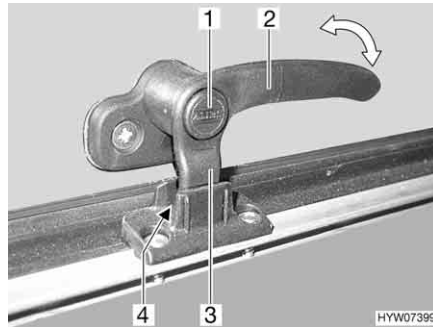
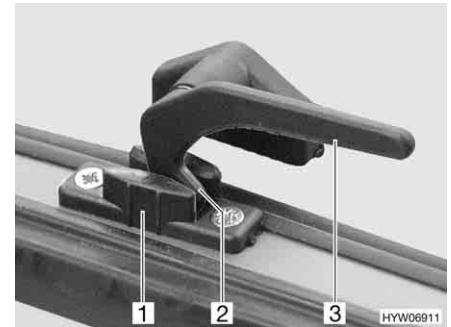

Fig. 60 Leva di serraggio con bottone di sicurezza in posizione "Aerazione continua"
Fig. 61 Leva di serraggio in posizione "Aerazione continua"
- In posizione di "Aerazione continua" (Fig. 60 e Fig. 61)
- Se presente, premere e tenere premuto il bottone di sicurezza (Fig. 60,1).
- Ruotare la leva di serraggio (Fig. 60,2 o Fig. 61,3) di un quarto di giro verso il centro della finestra.
- Girare nuovamente all'indietro la leva di serraggio. Riportare contemporaneamente il nasello di chiusura (Fig. 60,3 o Fig. 61,2) della leva di serraggio nella rientranza della chiusura della finestra (Fig. 60,4 o Fig. 61,1).
- Se presente, rilasciare il bottone di sicurezza (Fig. 60,1).